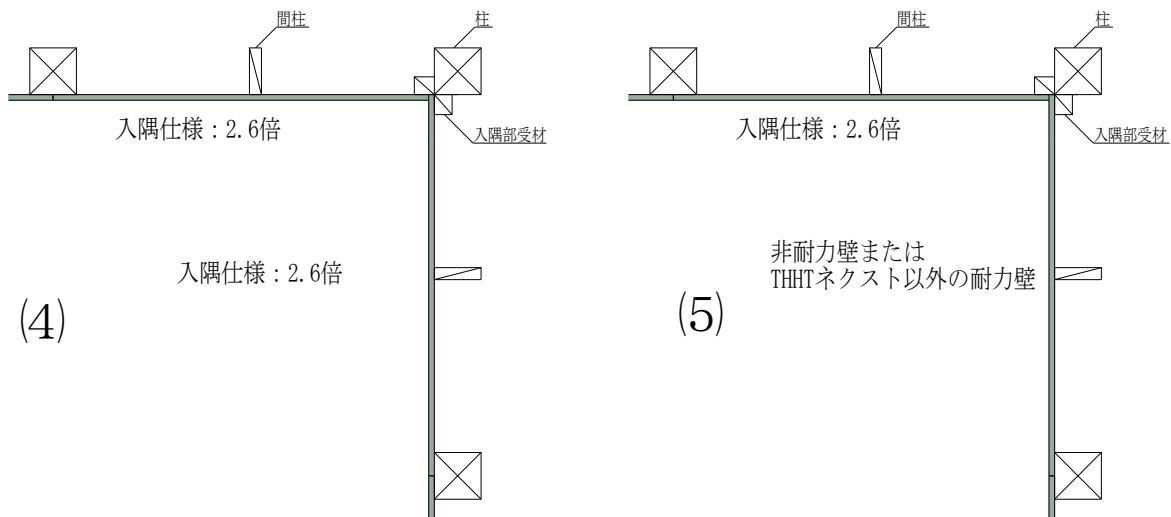

図13 入隅部の納まり図②
- ・(4)直交する両壁ともに耐力壁（2.6倍）とできます。また、(5)直交するどちらかの壁が雑壁であった場合でも、もう一方の壁は耐力壁（2.6倍）とできます（図13）。尚、入隅部面材の勝ち負けおよび1P・2Pは問いません。